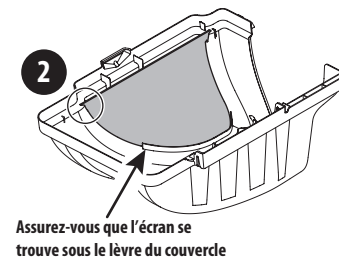

Figure 13
4. Veillez à alimenter l'écran sous la lèvre. Clipser l'autre côté en poussant l'écran dans l'encoche prévue à cet effet (2). Voir Figure 13.